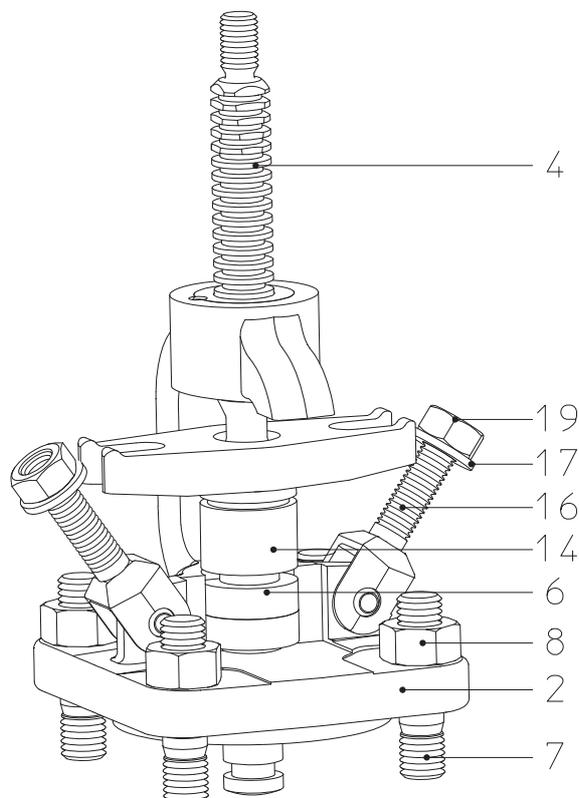

Fig. 14: Modèle avec boulons basculants
resserrer la garniture presse-étoupe s'il y a lieu (pos. 6) respecter les avertisse- ments (Fig. 14)